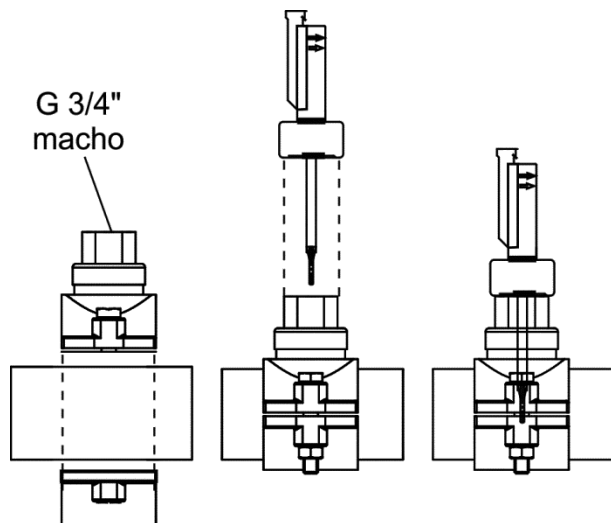

Fig. 4a
1. Instalar verticalmente el detector de flujo FS-1 (interruptor de flujo) suministrado con la unidad usando un collarín de rosca macho de $\frac{3}{4}$ " (Fig. 4a).